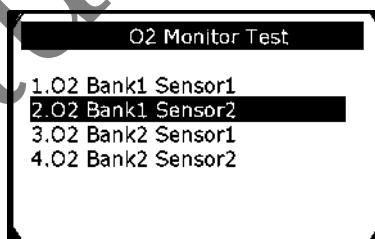

Рисунок 5-23
3) С помощью **кнопок прокрутки вверх/вниз** выберите датчик кислорода в меню **O2 Monitor Test [Проверка монитора кислорода]**, а затем нажмите **кнопку OK**. См. рисунок 5-23.